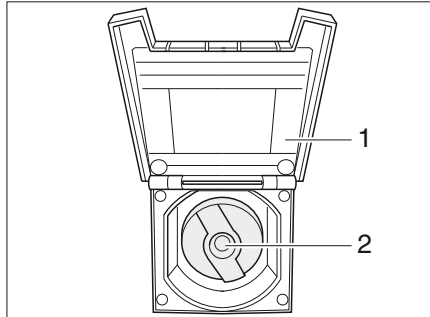

Bild 348 Lock för påfyllningsöppningen för dricksvatten
- Öppna luckan (Bild 348,1) på påfyllningsöppningen för dricksvatten. Locket hålls magnetiskt mot utsidan av fordonet.
- Stick in nyckeln i låscylindern (Bild 348,2) och vrid ett kvarts varv moturs.
- Öppna påfyllningsöppningen för dricksvatten (Bild 348).